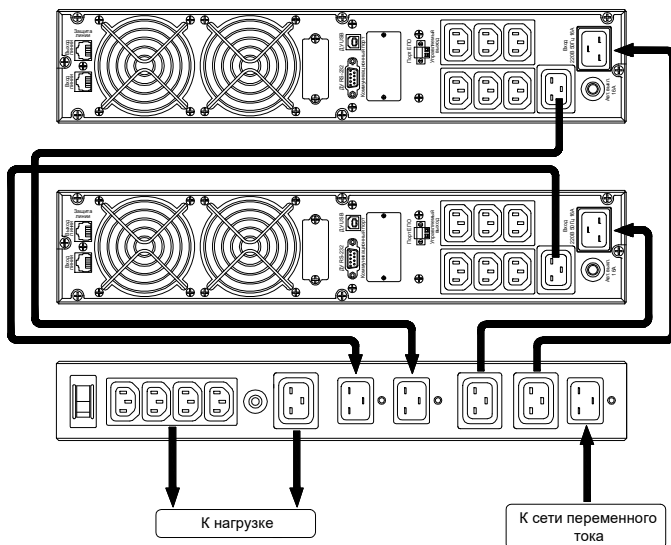

Рисунок 4 – Подключение модуля RBS 3K-220V
7.1.5 Подключение сети переменного тока, ИБП и нагрузки к модулю следует производить в следующей последовательности (рисунок 4):